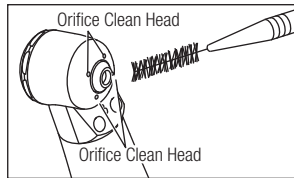

Fig. 2
- 2) Éliminez les débris présents au niveau des orifices avec une brosse. N'utilisez pas de brosse métallique. (Fig. 2)